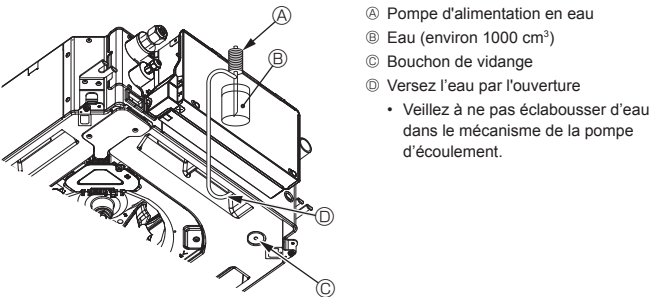

Fig. 8-6
8.4. Vérification de l'écoulement (Fig. 8-6)